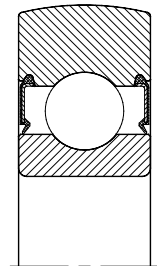

Abb. 2.21
**Einreihige Laufrollen** (Abb. 2.21) sind in ihrem Aufbau den einreihigen Rillen-kugellagern sehr ähnlich.